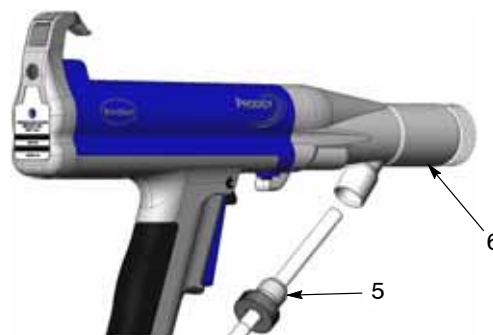

Figura 18 Extracción del botón de bloqueo y tubo de polvo
4. Ver la figura 18. Desenroscar el botón de bloqueo (5) en el adaptador de la pistola (6).